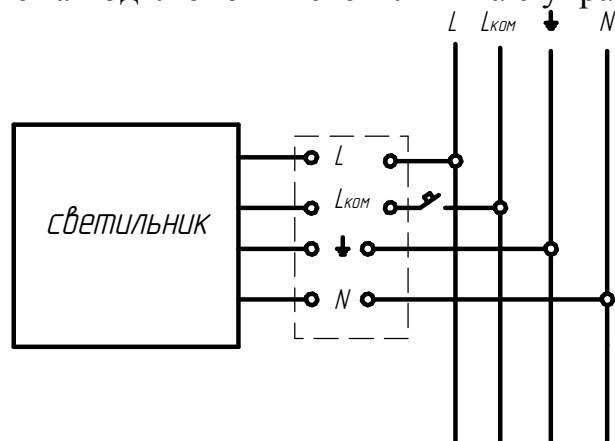

Рисунок 6 - Схема подключения светильника с блоком аварийного питания
6.7 Подключения светильника с блоком аварийного питания производить согласно схеме (см. рисунок 6).